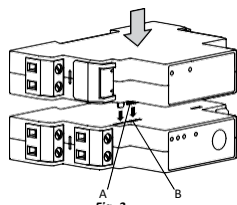

Fig. 3
Conecte el complemento Shelly Pro 3EM Switch Add-on al dispositivo Shelly Pro 3EM como se muestra en la Fig. 3.
⚠ **¡ATENCIÓN!** Tenga mucho cuidado de no doblar los pines del cabezal del dispositivo fig. 3(A) cuando los inserte en el conector del cabezal fig. 3(B) del dispositivo Shelly Pro 3EM.
Conecte o Shelly Pro 3EM Switch Add-on ao dispositivo Shelly Pro 3EM tal como ilustrado na Fig. 3.
⚠ **ATENÇÃO!** Tenha cuidado para não dobrar os pinos fig. 3(A) na tomada de ligação do Dispositivo quando os inserir no conector fig. 3(B) do dispositivo Shelly Pro 3EM.